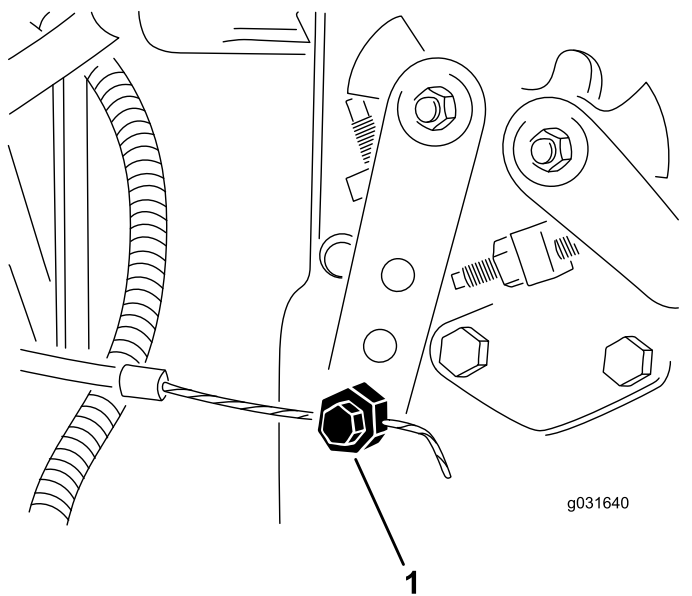

Figura 58
2. Afloje el conector del cable del acelerador en la palanca de la bomba de inyección (Figura 58).